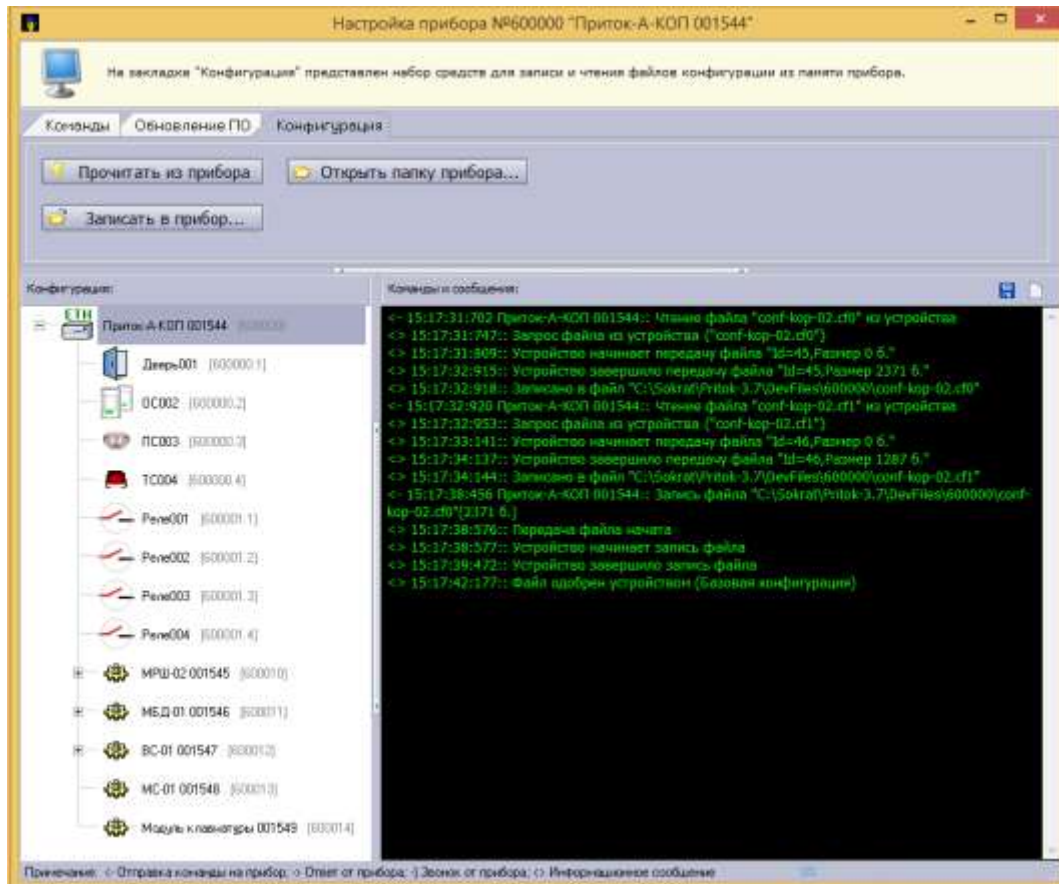

Рисунок 16 - Изменение настроек контроллера по каналу связи
- 1) Считать текущие настройки контроллера во вкладке «Конфигурация» (см. рисунок 16):
- открыть считанный файл с настройками программой «Конфигуратор параметров приборов серии Приток-А» версии не ниже 3.0.2 (39);
3) Записать измененный файл с настройками в контроллере во вкладке «Конфигурация» окна «Настройки прибора» (см. рисунок 16):